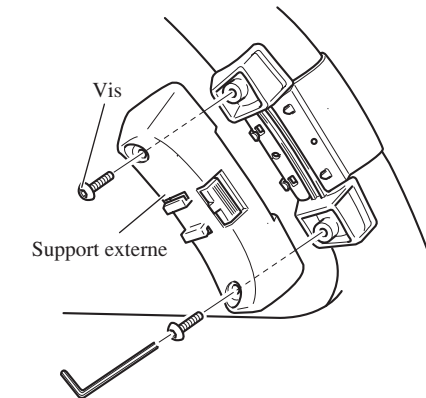

Fig. 18
3. Installer le support externe sur le support interne et fixer avec les vis. (Fig. 18)